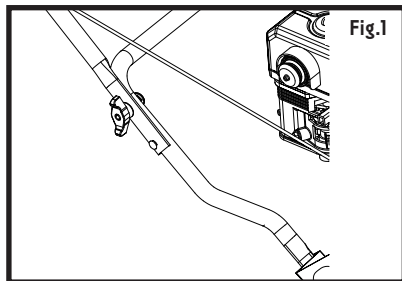

Fig.1
3. Installez les molettes sur les boulons (fig. 1) et serrez bien les molettes.